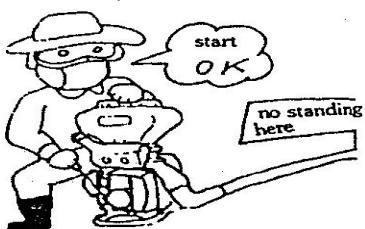

Fig. 14
- Ne jamais rester devant la sortie du gicleur (Fig.14).